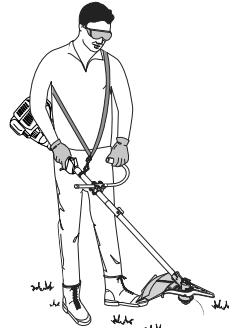

Fig. 3
6. Tenez l'appareil en position d'utilisation (Fig. 3), puis positionnez la poignée en J de manière à assurer une prise idéale.